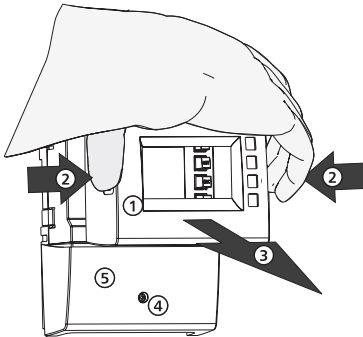

Abb. 1: Frontblende entfernen
- Frontblende ① an seitlichen Griffen ② und nach vorne abziehen ③ (Abb. 1).
1. Schraube ④ lösen (Abb. 1).
2. Klemmenabdeckung ⑤ abnehmen.